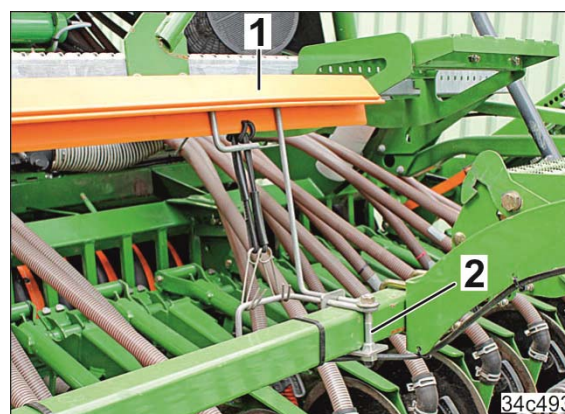

Fig. 210
1. Emboîtez les deux parties de la barre de sécurité routière (Fig. 210/1) l'une dans l'autre et fixez-les sur le support de transport avec les fixations à ressort (Fig. 210/2).